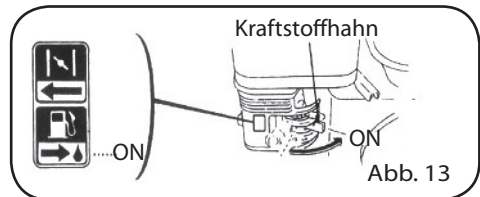

Abb. 13
1. Den Kraftstoffhahn auf "ON" stellen (Abb. 13).